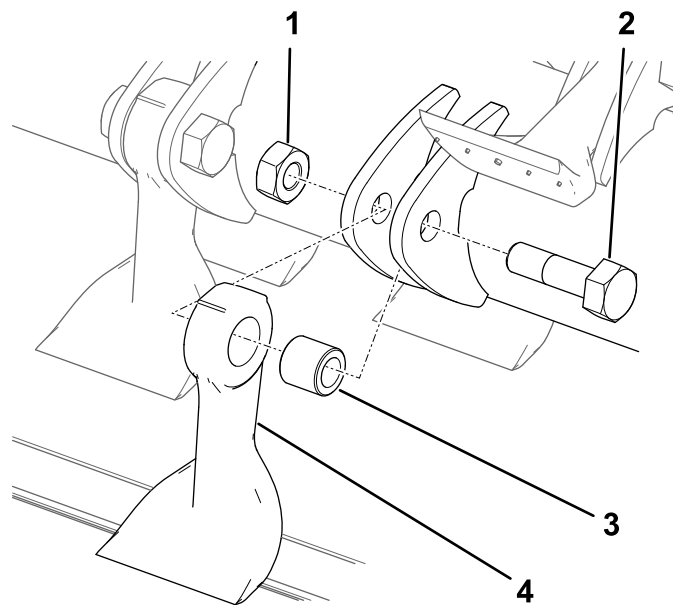

Рисунок 34
6. Удерживая нож с помощью ветоши или перчатки на толстой подкладке, отверните гайку, болт, снимите втулку и нож (Рисунок 34).
8. Установите новый нож и втулку с помощью новой гайки и болта ножа (Рисунок 34).